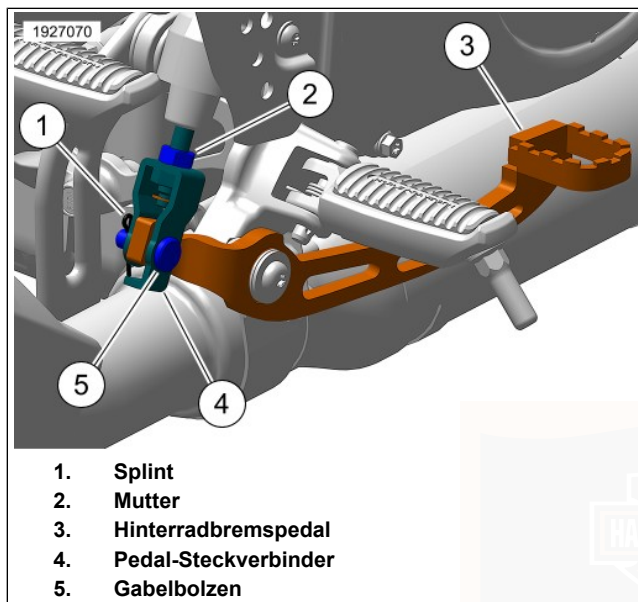
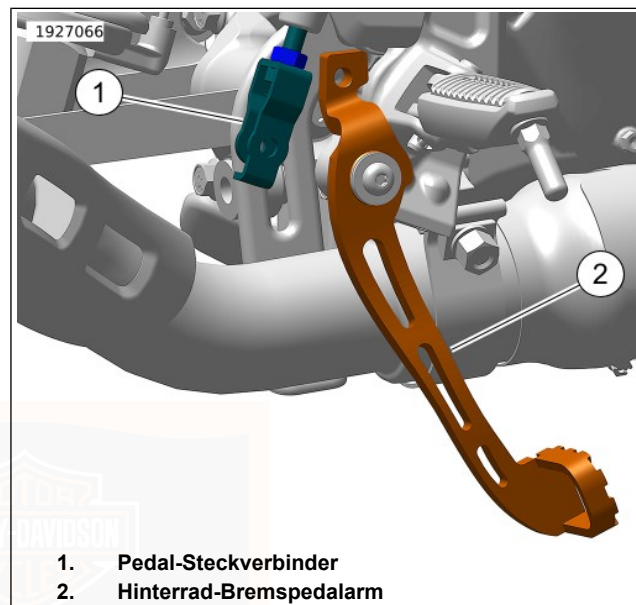

Abbildung 29. Hinterradbremspedal-Baugruppe
Abbildung 30. Gelöster Bremspedalarm
1. Siehe Abbildung 29. Die Mutter (2) lockern. Den Splint (1) und den Gabelbolzen (5) entfernen.
2. Siehe Abbildung 30. Den Hinterrad-Bremspedalarm (2) von der Pedalverbindung (1) lösen.
3. Die Pedalverbindung (1) in die eine oder andere Richtung drehen, um die Höhe des Bremspedals einzustellen.
4. Siehe Abbildung 30. Sobald die Pedalverbindung wie gewünscht gedreht wurde, sicherstellen, dass sie wie abgebildet ausgerichtet ist.
5. Den Bremspedalarm (2) nach oben drehen, um die Rückseite des Pedalarms in die Pedalverbindung (1) einzurasten.
6. Siehe Abbildung 29. Den Gabelbolzen (5) in die Pedalverbindung (4) und durch das Loch im hinteren Teil des Bremspedalarms schieben, bis er vollständig sitzt.
7. Den Splint (1) in das Loch am Ende des Gabelbolzens (5) stecken.
8. Mutter (2) anziehen.